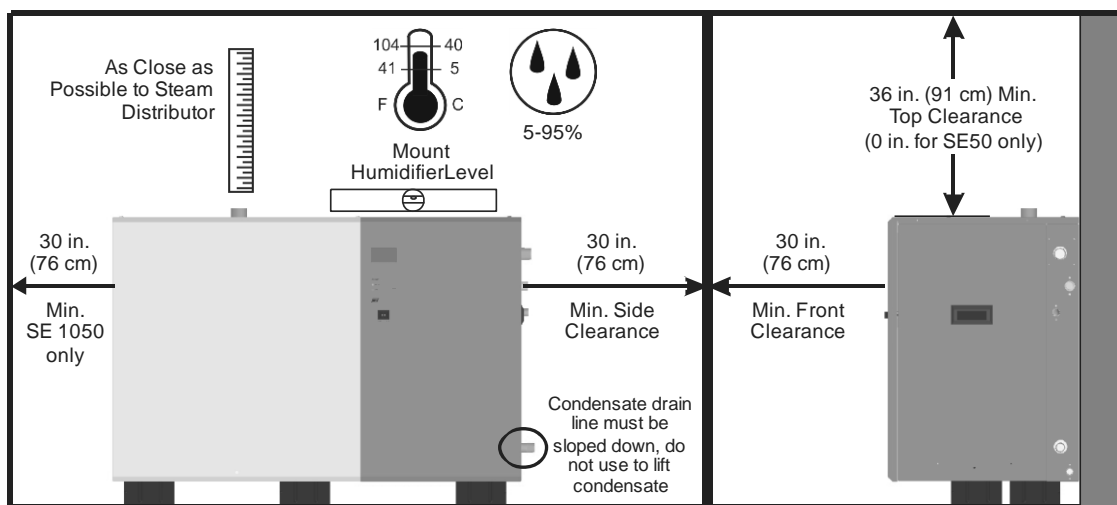

Рис. 6: Расположение и зазоры при установке
- Установите устройство в таком месте, где можно производить регулярное техническое обслуживание. Соблюдайте зазоры, показанные на Рис. 6: Расположение и зазоры при установке.